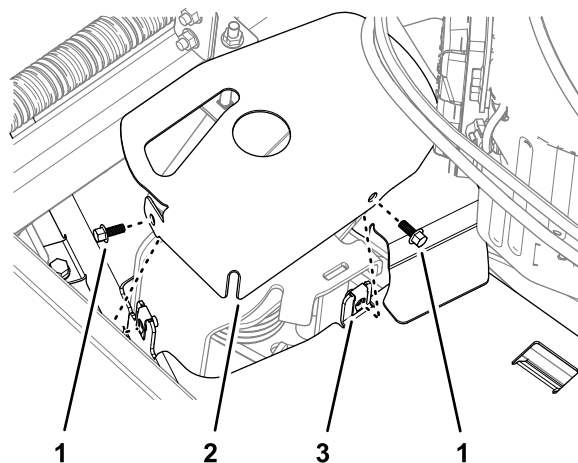

Figure 45
4. Fixez le couvercle du tendeur au protège-courroie gauche à l'aide des 2 vis à embase que vous avez retirées sous Dépose du protège-courroie gauche \(page 28\), comme montré à la Figure 45.